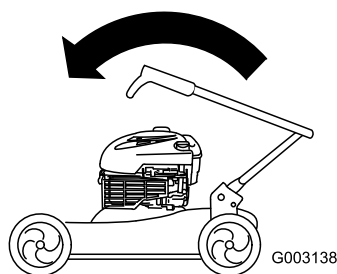

Figura 37
3. Pliegue hacia adelante la sección superior del manillar (ver Figura 37).